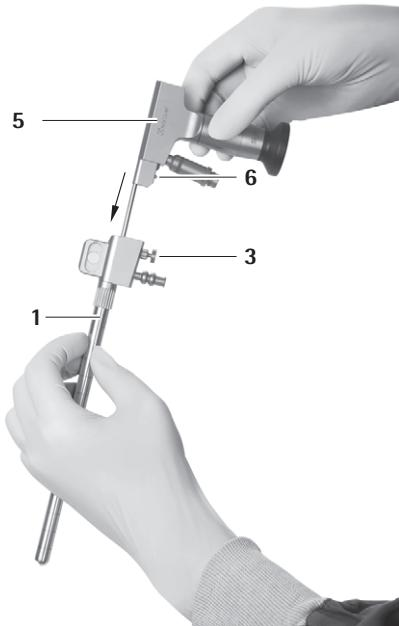
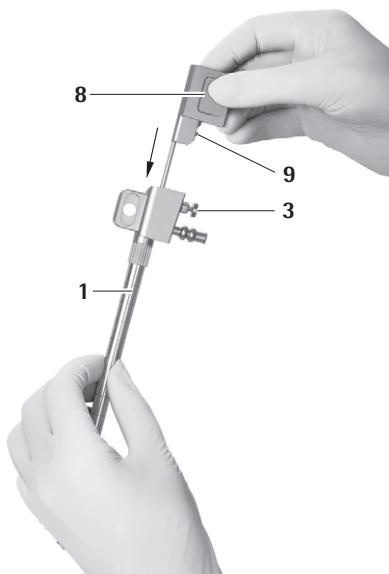

Fig. 14
Fig. 15
- ▶ Säkerställ därvid att låsbulten 6 till endoskopet 5 resp. låsbulten 9 till obturatorn för optikkanalen 8 finns på samma sida som upplåsningsknappen 3 till MINOP InVent-troakaren 1, se Fig. 14 och se Fig. 15.